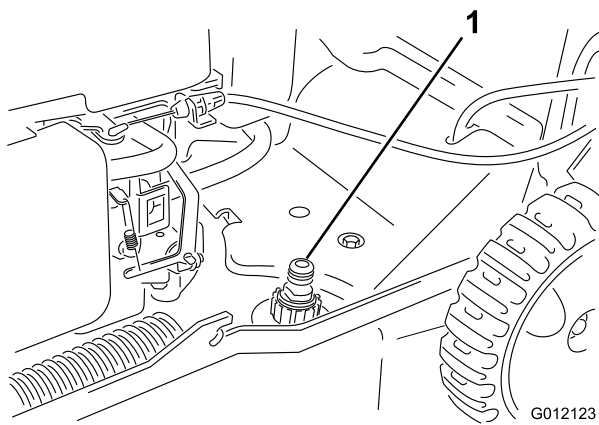

Figura 25
3. Collegate una canna da giardino al rubinetto dell'acqua ed al foro di lavaggio sulla scocca del tosaerba (Figura 25).